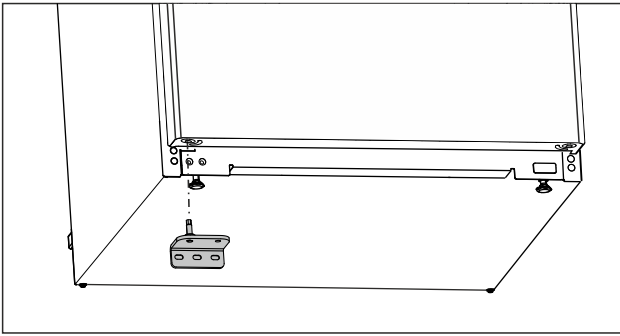

Fig. 25
- ▶ Aseta alempi laakerijalusta vastapäiselle puolelle. (katso Fig. 25)